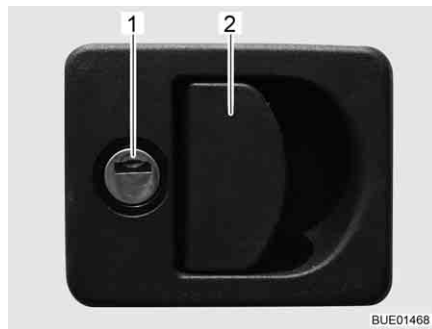

Bild 33 Klappenschloss mit Griffschale
- Schlüssel in Schließzylinder (Bild 33,1) stecken und eine viertel Umdrehung drehen. Das Klappenschloss ist entriegelt.
- Am Schlossgriff (Bild 33,2) ziehen. Die Außenklappe ist geöffnet.